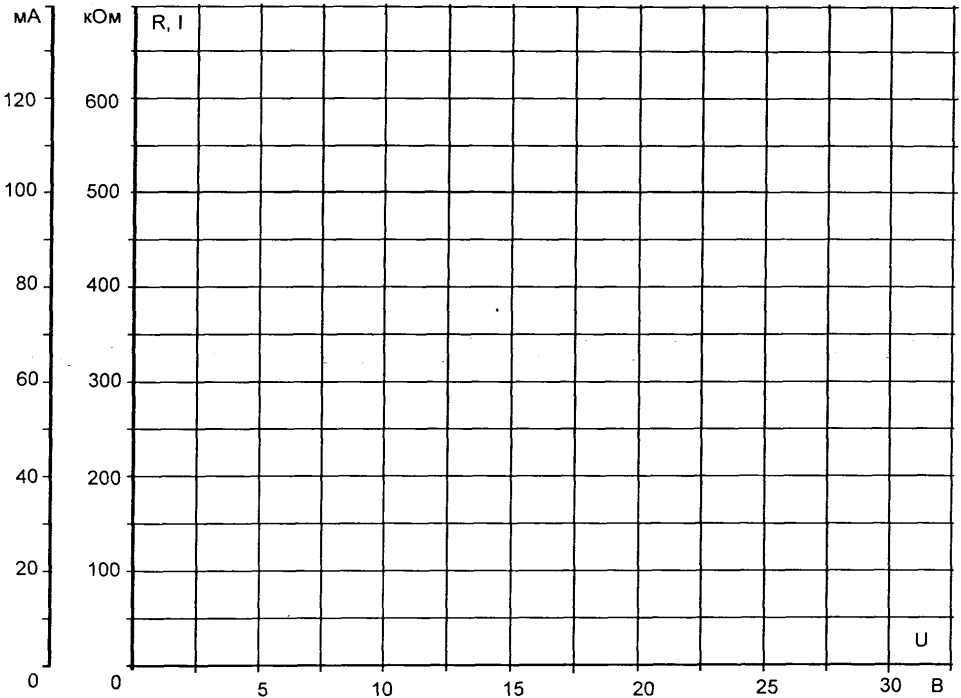

Рис.8.4
- Занесите результаты измерений в табл.8.2 и постройте по результатам измерений кривые на рис. 8.4.